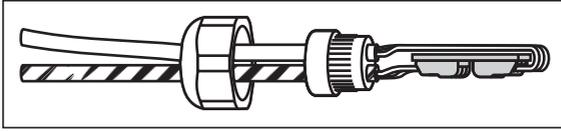

Fig. 5: Étapes de montage 4 et 5 :
- Tentez d'aligner le connecteur de câble comme indiqué dans Fig. 5 dès la connexion des câbles.